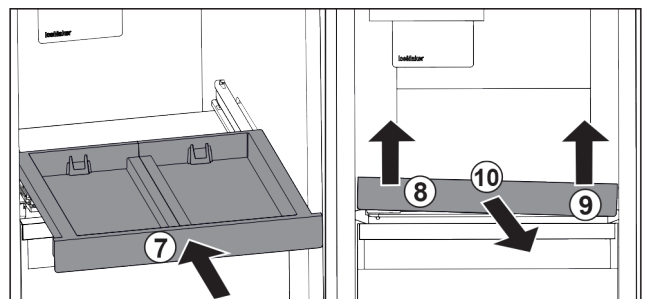

Fig. 102
- ▶ Vstavite izvlečno polico. Fig. 102 (7)
- ▶ Izvlečno polico dvignite naprej levo. Fig. 102 (8)
- ▶ Izvlečno polico dvignite naprej desno. Fig. 102 (9)
- ▶ Izvlečno polico odstranite v smeri naprej. Fig. 102 (10)